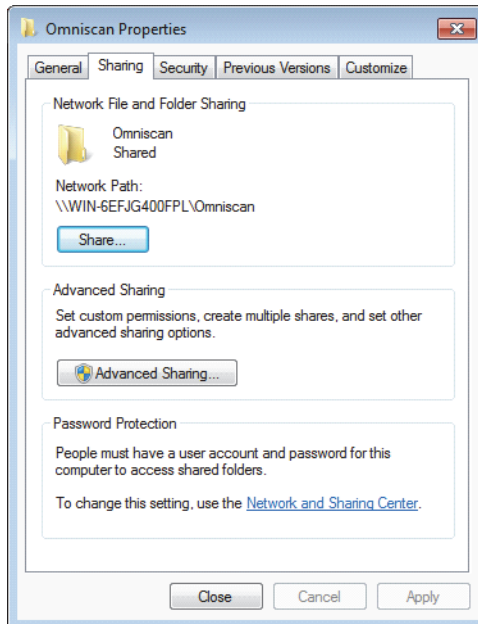

Figura 7-27 Cuadro de diálogo Omniscan Properties (Windows 7)
3. En el cuadro de diálogo **Omniscan Properties** (Propiedades OmniScan), haga clic en la pestaña **Sharing** (Compartir). Véase la Figura 7-27 en la página 237.
8. En el cuadro de diálogo **Omniscan Properties** (Propiedades OmniScan), haga clic en la opción **Advanced Sharing** (Uso compartido avanzado). Véase la Figura 7-27 en la página 237.